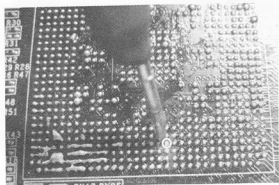

图 5-22 对应点位
(8) 既然从电容到 GPU 底下的焊点是通的，基本可以判断 GPU 是坏的。接下来验证我们的判断，看清楚这个点位的坐标位置：从下数第 14 横排第 4 个（见图 5-22）。